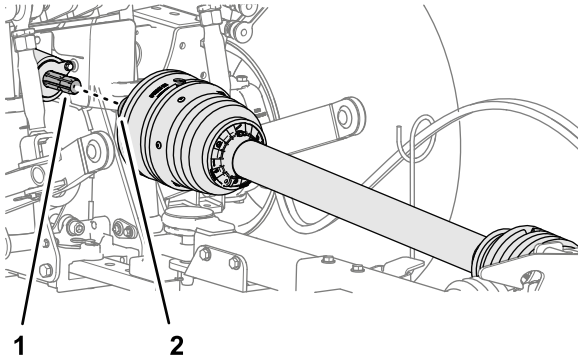

Bild 30
1. Richten Sie die Schnelltrennkupplung der Antriebswelle mit dem Anschluss der Zapfwelle aus (Bild 30).